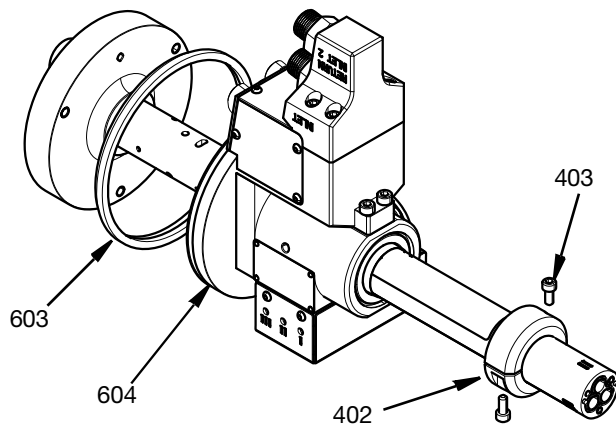

FIG. 25
- Setzen Sie den Dichtungsring (603) in die Nut an der Außenseite des Lagergehäuses (604) ein. Schieben Sie das fertige Gerät auf das Zentralgehäuse (101) und stellen Sie sicher, dass die Fläche des Lagergehäuses fest an der Fläche des Zentralgehäuses anliegt. Schieben Sie den Verriegelungsring (401) auf das Zentralgehäuse und ziehen Sie die beiden M5-Schrauben (403) mit einem Drehmoment von 6,5 N (57,5 in-lbs, •m) an. Siehe FIG. 25.